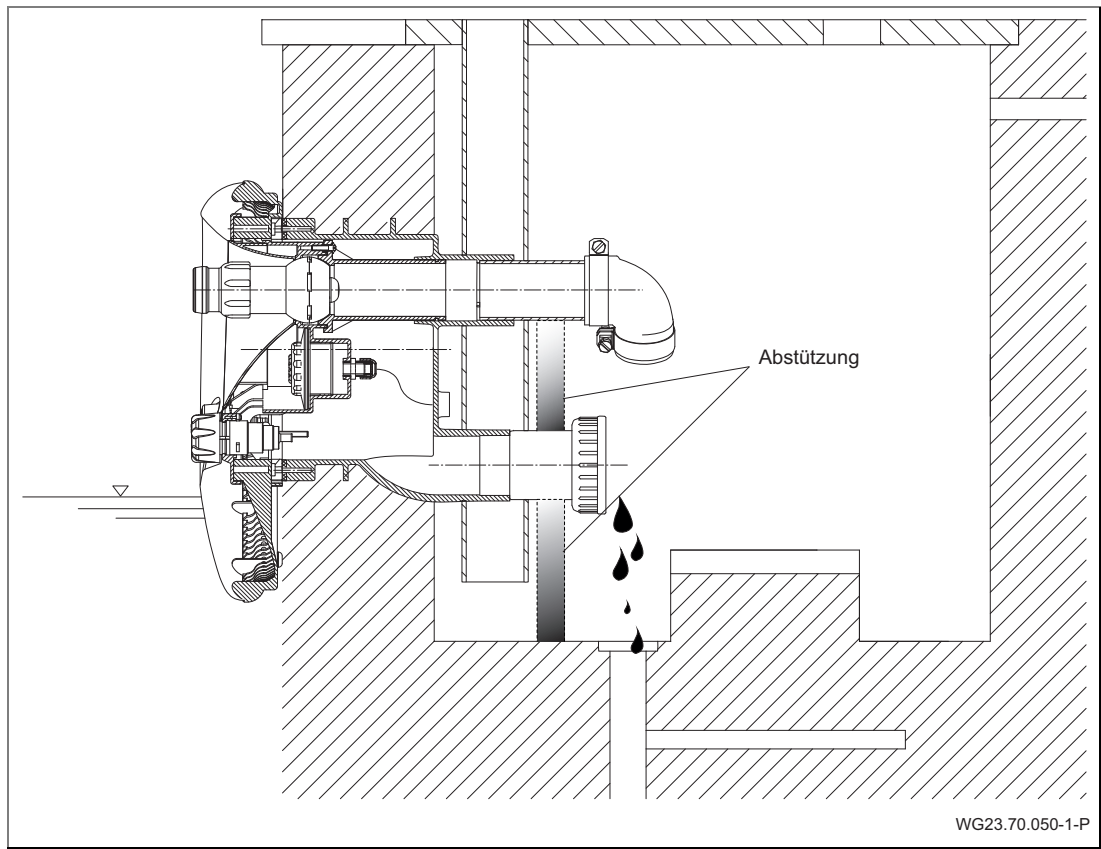

Abb. 26
3. Saug- und Druckleitung durch Abstützung entlasten. Siehe "Abb. 26" auf Seite 46.